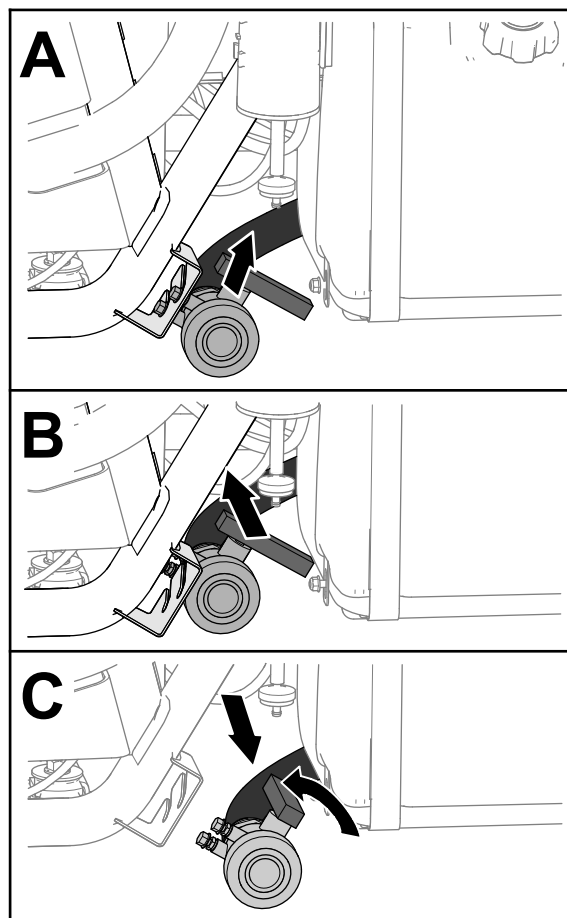

Figure 27
2. Localisez le robinet de vidange de la cuve sur le côté gauche de la machine, devant le réservoir de carburant (Figure 27).
3. Soulevez le robinet et déplacez-le vers l'intérieur jusqu'à ce que les goujons de montage soient dégagés des fentes dans le support, puis déplacez le robinet vers l'arrière (Figure 27).
4. Placez l'extrémité du robinet au-dessus du bac de vidange et tournez la poignée dans le sens antihoraire à la position ouverte (Figure 27).
5. Une fois la cuve complètement vide, tournez la poignée du robinet de vidange à la position fermée et remettez le robinet sur son support (Figure 27).